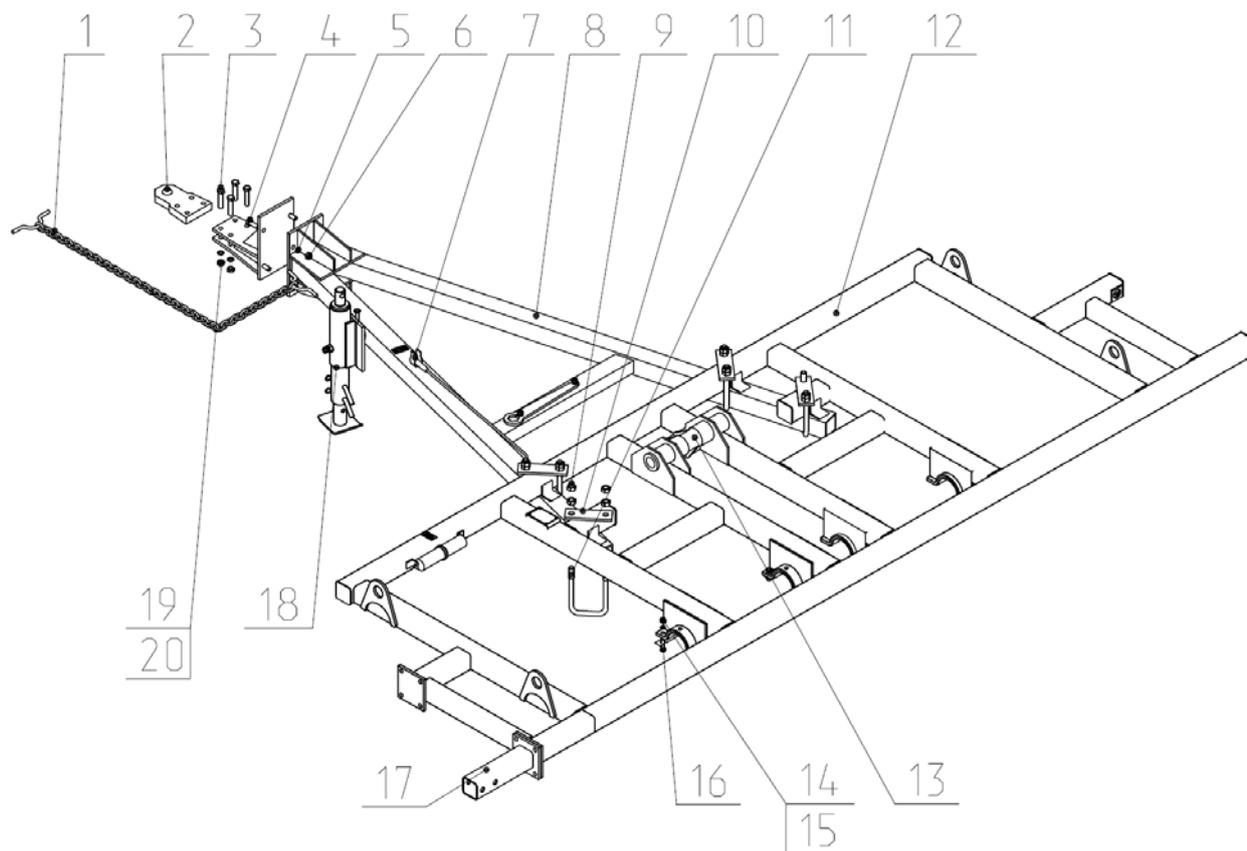

Рис.2 Закрепление сннца на раме культиватора.
2.3 Рама культиватора (Рис.2) состоит из секции 2, которая представляет собой сварную плоскую трубчатую конструкцию, являясь несущей частью культиватора.